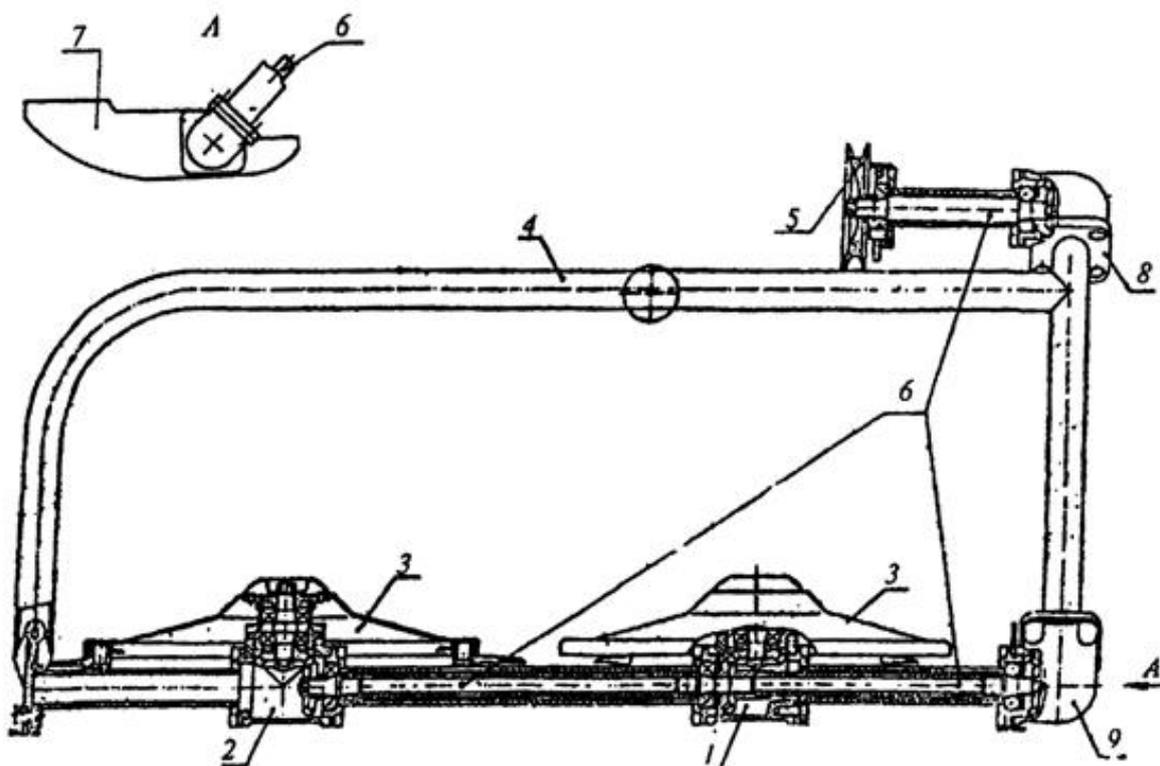
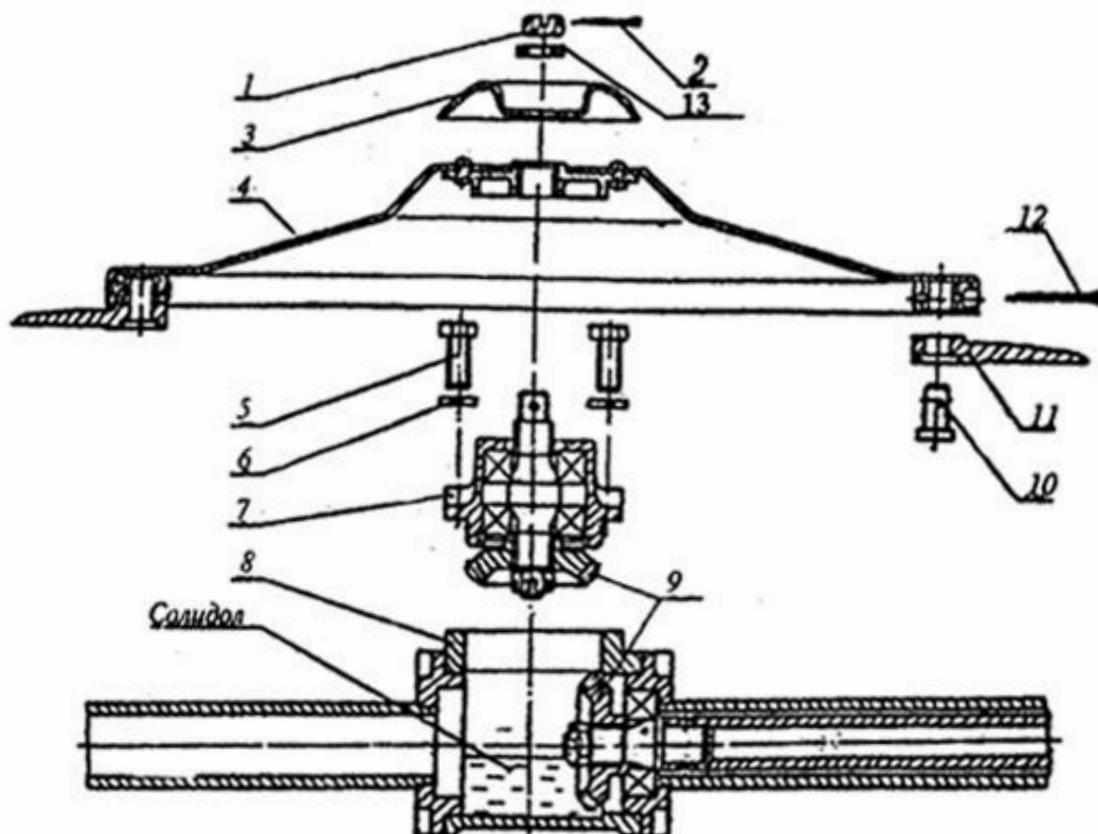

Рис. 1. Роторная косилка
Рис. 2. Режущий диск и его привод
- Общий вид косилки представлен на Рис.1.
- Конструкция режущих дисков и редуктора привода дисков представлена на Рис.2.
- Передача крутящего момента от приводного шкива №5 (Рис.1) к режущим дискам передается с помощью шлицевых торсионных валов №6 (Рис.1) и конических шестерен №9 (Рис.2).
Косилка поставляется в разобранном состоянии, редукторы заправлены смазкой. Необходимо удалить внешнюю консервацию и произвести сборку косилки согласно Рис. 1, 2, 3, 3А, 4 и Фото 1-4.
После первых 30 мин. работы новой косилки необходимо остановить двигатель мотоблока и проверить крепление деталей 1, 2, 10, 11 и 12 (Рис. 2.), а также затяжку крепления деталей косилки. При необходимости — законтрить.
- Для заполнения редуктора привода первого и второго режущих дисков 1 и 2 (Рис. 1.) необходимо расконтрить и отвернуть гайку 1 (Рис. 2.), снять шайбу защитную 3 и диск 4, отвернуть четыре болта 5, снять пружинные шайбы и корпус ведомой шестерни 7.
- Для заполнения верхнего углового редуктора 8 (Рис. 1.) необходимо отвернуть четыре болта крепления редуктора к раме 4, затем снять редуктор 8 вместе с приводом от шкива 5. В полость редуктора добавить 50 см³ смазки EP-0 или солидола ГОСТ 4366-76. Сборку редуктора произвести в обратном порядке.
- Для заполнения нижнего углового редуктора 9 (Рис. 1) необходимо отвернуть четыре болта крепления редуктора к раме 4 и два болта крепления редуктора привода второго режущего диска 2 к раме 4, затем снять нижний угловой редуктор вместе с редуктором 1 и 2. В полость 9 добавить 50 см³ смазки EP-0 или солидола ГОСТ 4366-76.